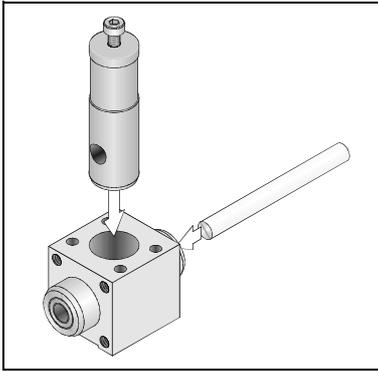

Bild 10 / Fig. 10
1. Schieben Sie die Klemmpatrone von oben in die Aufnahmebohrung des Gehäuses (Bild 10).
1. Push the clamping cartridge from above into the bore in the housing (Fig. 10).